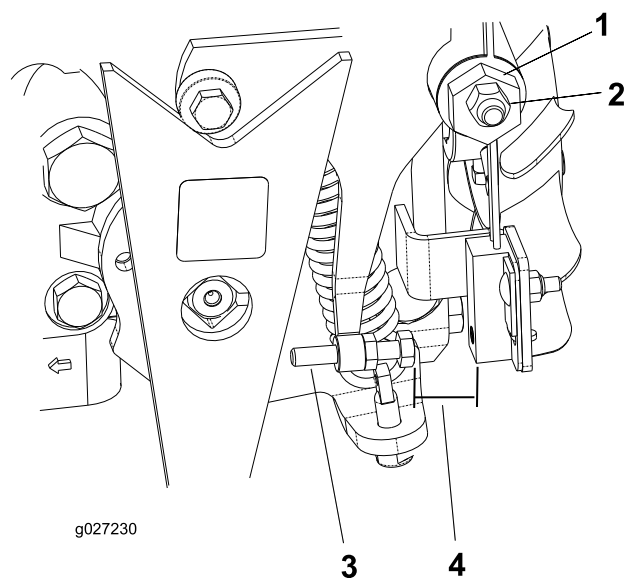

Рисунок 34
4. Ослабьте контргайку на кулачке регулировки тяги (Рисунок 34).
5. Запустите двигатель и поверните шестигранник кулачка (Рисунок 34) в обоих направлениях, чтобы определить среднюю точку хода педали в нейтральном положении.
3. Регулируйте винт до тех пор, пока зазор не составит от 0,8 до 2,3 мм; см. Рисунок 34.